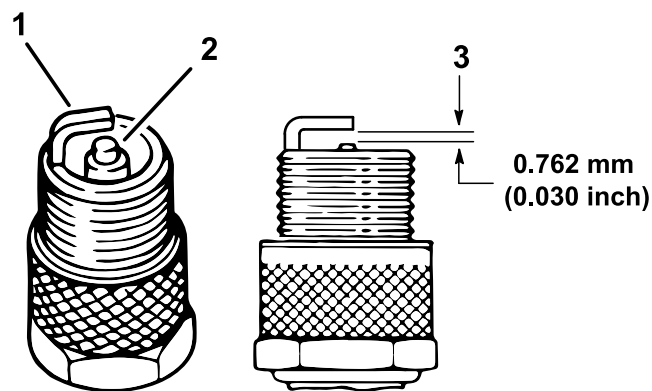

Figure 41
4. Vérifiez l'état des électrodes latérale et centrale, ainsi que de l'isolateur de l'électrode centrale (Figure 41).
5. Réglez l'écartement entre les électrodes centrale et latérale à 0,76 mm (0,03 po), comme montré à la Figure 41.